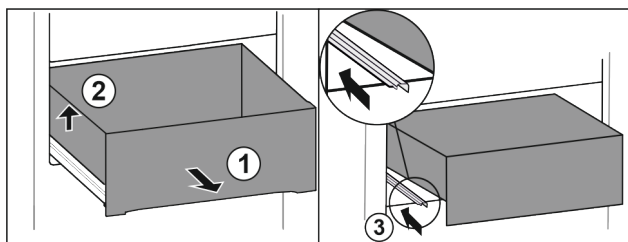

Fig. 181
- Predal izvlecite do omejevala. Fig. 181 (1)
- Dvignite predal levo. Fig. 181 (2)
- Vstavite levo vodilo. Fig. 181 (3)